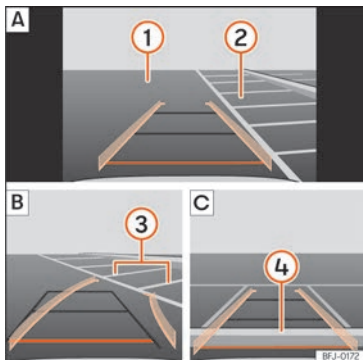

Abb. 217 Anzeige auf dem Bildschirm des Infotainment-Systems: einparken mit dem Rückfahrassistenten.
Legende zu **Abb. 217**:
- Bringen Sie das Fahrzeug vor die Parklücke » **Abb. 217** **2** **A**.